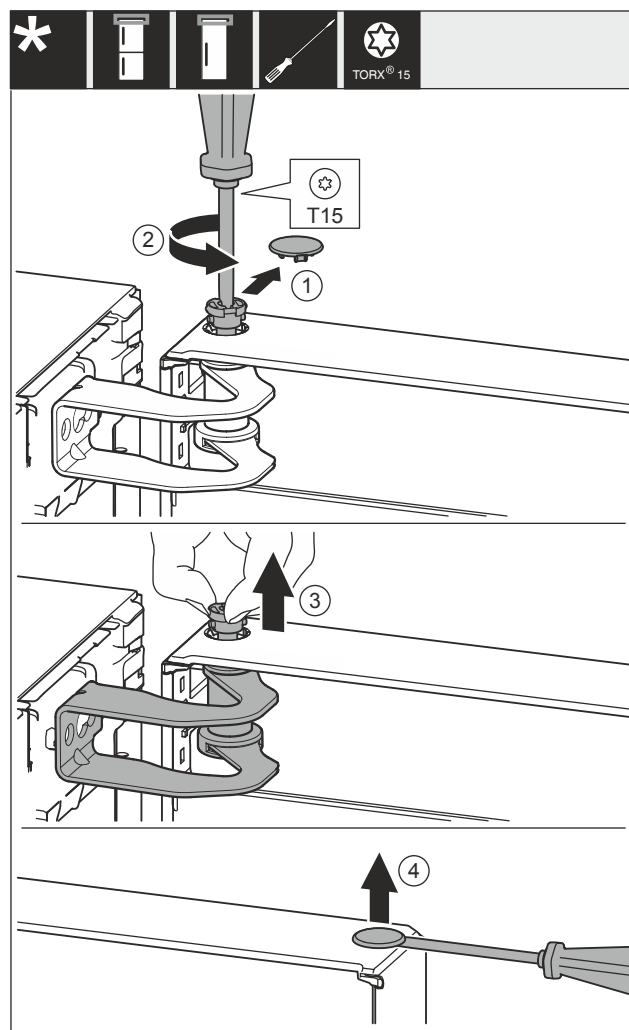

Fig. 10
- ▶ Wyjąć ostrożnie osłonę Fig. 10 (1).
- ▶ Wykręcić nieco sworzeń Fig. 10 (2) przy pomocy śrubokręta.
- ▶ Wyciągnąć sworzeń Fig. 10 (3) palcami.
- ▶ Podważyć ostrożnie osłonę Fig. 10 (4) śrubokrętem i wyjąć.